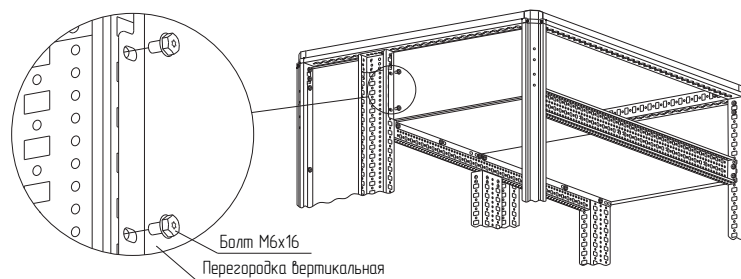

Рисунок 59
4.33.2 Закрепить перегородку вертикальную для горизонтальных шин на стойках каркаса болтами М6×16 (рисунок 59). Момент затяжки – 7 Н·м. Метизы в комплект поставки не входят.